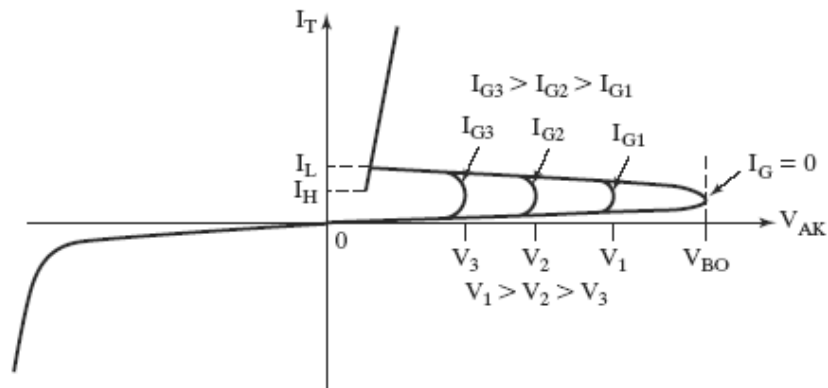

Fig. 4.6
- **Corrente de gatilho** – $v_{GK} > 0 \rightarrow$ surgimento de $I_G \rightarrow I_A = (\alpha_2 I_G + I_{CBO1} + I_{CBO2}) / [1 - (\alpha_1 + \alpha_2)] \rightarrow$ Ocorre o efeito regenerativo. Maior corrente de gatilho $\rightarrow$ Tensão de bloqueio direta menor (fig. 4.6).